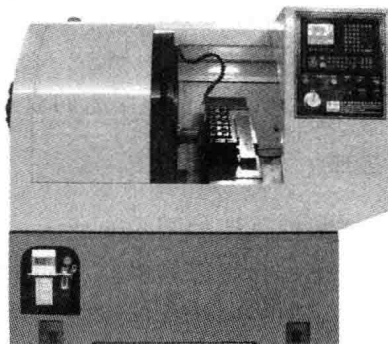
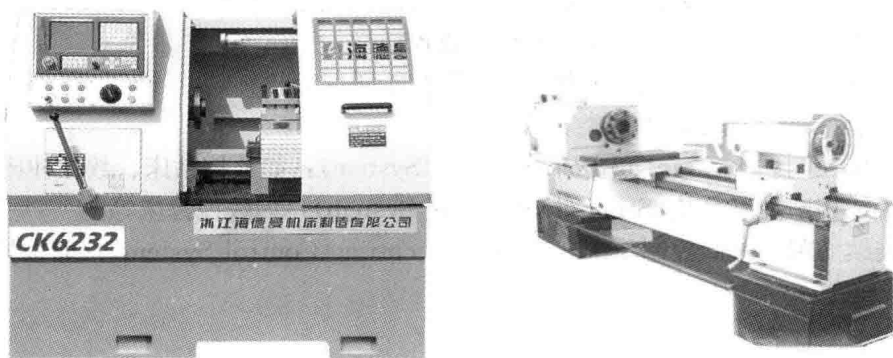
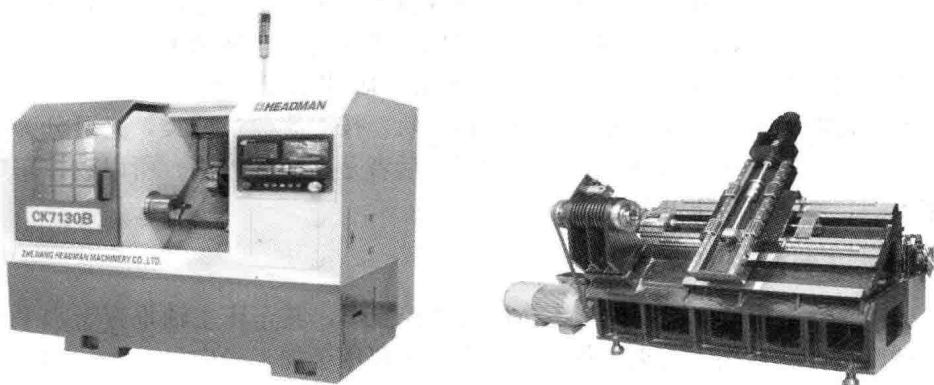

图 1.3 普通卧式数控车床
图 1.4 卧式数控车床 CK6232 平床身
图 1.5 CK7130B 斜床身
(2) 卧式数控车床。普通卧式数控车床如图1.3所示。卧式数控车床主轴平行于水平面，又分为数控水平导轨卧式车床和数控倾斜导轨卧式车床，如图1.4、图1.5所示。其倾斜导轨结构可以使车床具有更大的刚性，并易于排除切屑。